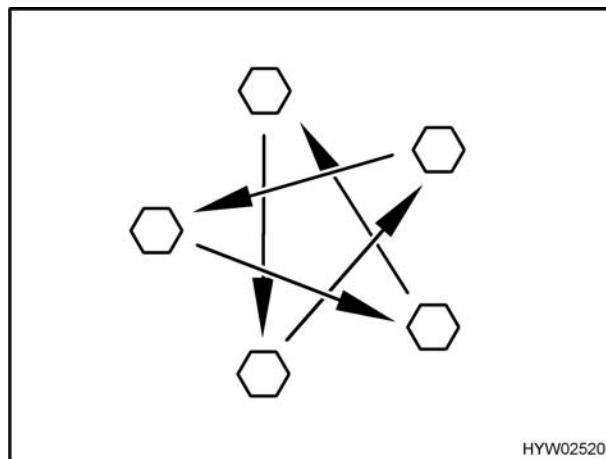

Fig. 215 Serrare a croce i dadi o i bulloni delle ruote
- Controllare regolarmente il serraggio dei dadi o dei bulloni. Regolare a croce (Fig. 215) il serraggio dei dadi o dei bulloni di una ruota sostituita dopo circa 50 km. Per il valore della coppia di serraggio consultare il paragrafo Coppia di serraggio.
- ▶ Serrare a croce i dadi o i bulloni delle ruote (Fig. 215). Per il valore della coppia di serraggio consultare il paragrafo Coppia di serraggio.